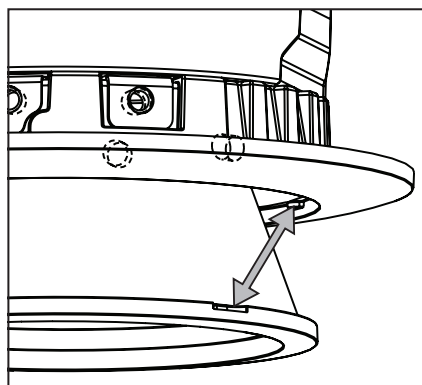

Figura 18
Paso 5. Presione el deflector o el reflector de vuelta en el accesorio. Note que el deflector tiene depresiones en él, que deben alinearse con las pestañas en el anillo del borde (Figura 18).